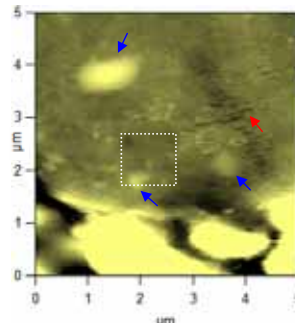
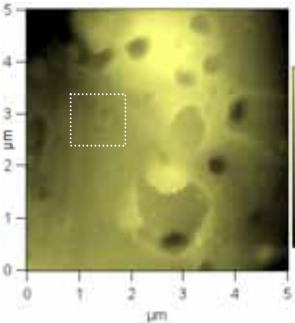

図2. 凹凸形状像(左図)、位相像(右図)
図5. 凹凸形状像(左図)、位相像(右図)
- ・ 機械めんではグルテンがデンプン表面に点在しています(図2中青矢印)。また、デンプンの表面にナノレベルのひびが多数存在します(図2中赤矢印)。一方手打ち式めんでは、機械めんで見られたひびはなく、デンプン表面に大小異なる多数の穴があります。
- ・ 電子顕微鏡では、めんの微細な構造が観察できますが、表面の物性情報を得ることはできません。ナノ計測技術を用いれば、図2および図5の画像のように、めん表面の硬い所(橙色)と柔らかい所(黄色)の分布を測定することができます。